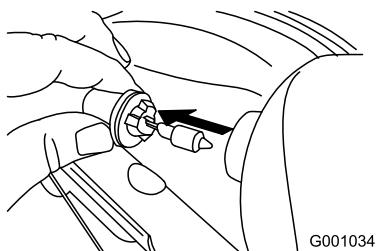

Figure 53
- Sortez directement l'ampoule de l'arrière du phare (Figure 53).